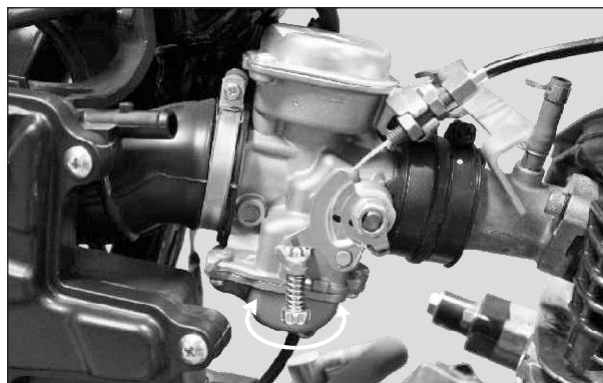

Fig.2.25
- Gire el tornillo de ajuste del ralentí y ajústelo hasta que el ralentí se mantenga estable a las rpm recomendadas. (Fig. 2.25)